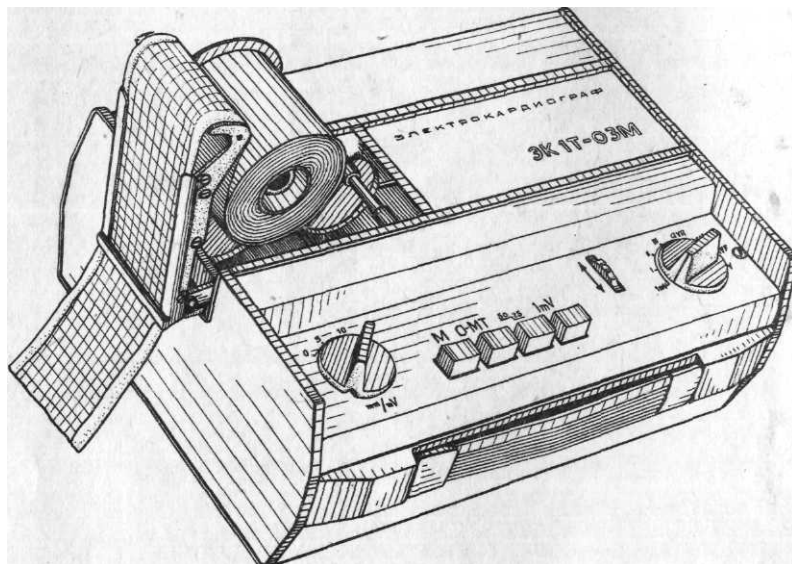

Рис. 8. Заправка бумажной ленты
- слегка утопите и отведите в сторону подвижной столик, при этом под действием пружины столик откидывается и занимает положение, соответствующее рис. 8;